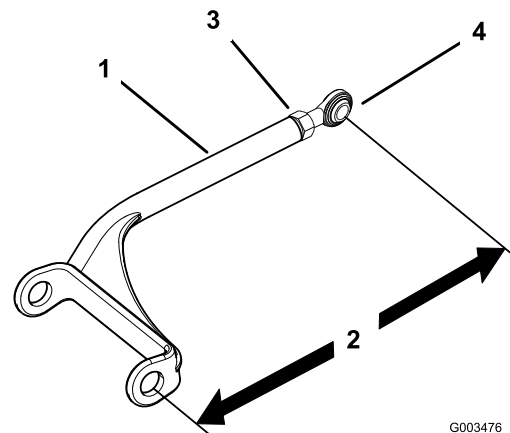

Bild 52
- Lösen Sie die Klemmmutter und drehen Sie das Kugelgelenk jeweils um eine Drehung nach links (Bild 52).
- Stellen Sie beide Seiten gleich ein. Jeder Schubarm sollte eine Länge von 384 mm haben (Bild 52).